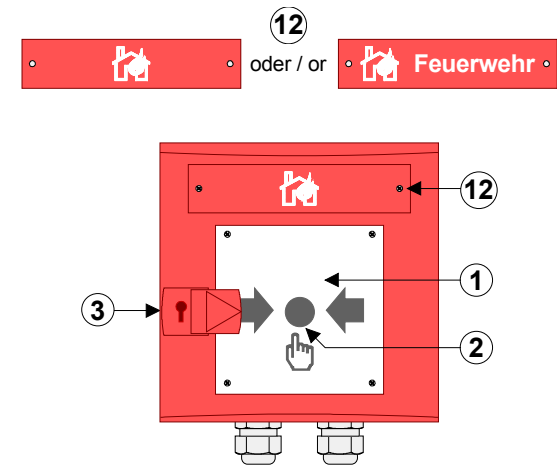

Abb. 2 / Fig. 2
- Durch Wenden des Beschriftungsfeldes ⑫ kann die Kennzeichnung des Handfeuermelders gewechselt werden (siehe Abb. 2).
Zum Einstecken des Schlüssels die Schlüssellochabdeckung ③ öffnen (Abb. 2).
- The labelling of the MCP may be altered by turning around the text field ⑫ (refer to fig. 2).
Open the keyhole cover ③ to insert the key (Fig. 2)